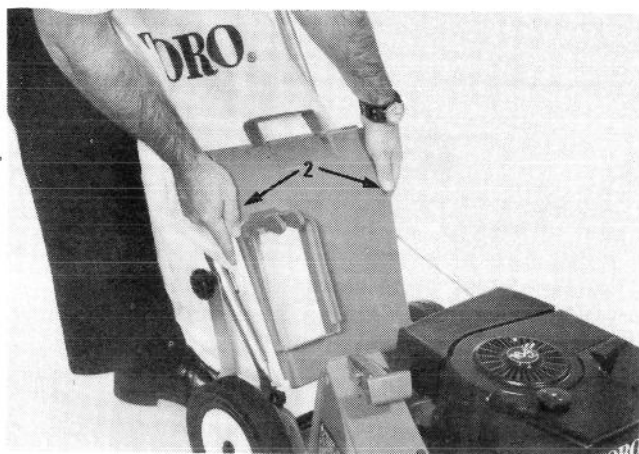

Figure 19
4. Tenez le devant du sac et la porte du sac ensemble et glissez le cadre de l'ouverture de la porte par-dessus les mentonnets sur l'extérieur de l'éjecteur arrière de la tondeuse (Fig. 19). Assurez-vous que la porte soit en avant des mentonnets à l'arrière de l'éjecteur de la tondeuse et que la porte du sac soit complètement abaissée sur le dessus du carter.
6. Réenclenchez la poignée arrière dans le cran le plus haut dans lequel elle s'adaptera facilement (Fig. 19).